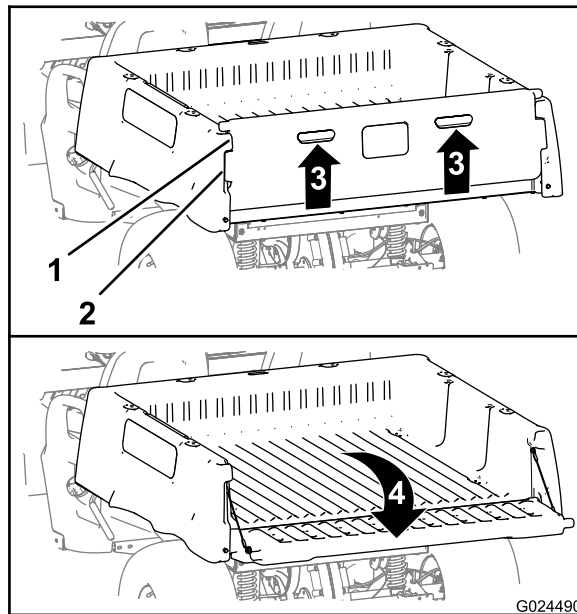

Рисунок 14
2. Поднимите захваты на задней панели откидного борта (Рисунок 14).
3. Совместите фиксирующие фланцы заднего откидного борта с отверстиями, расположенными между фланцами откидного борта грузового кузова (Рисунок 14).
4. Поверните откидной борт назад и вниз (Рисунок 14).
6. Поверните откидной борт вверх и вперед так, чтобы фиксирующие фланцы откидного борта были заподлицо с его гнездом в грузовом кузове (Рисунок 14).
7. Опустите откидной борт до его посадки в задней части грузового кузова (Рисунок 14).